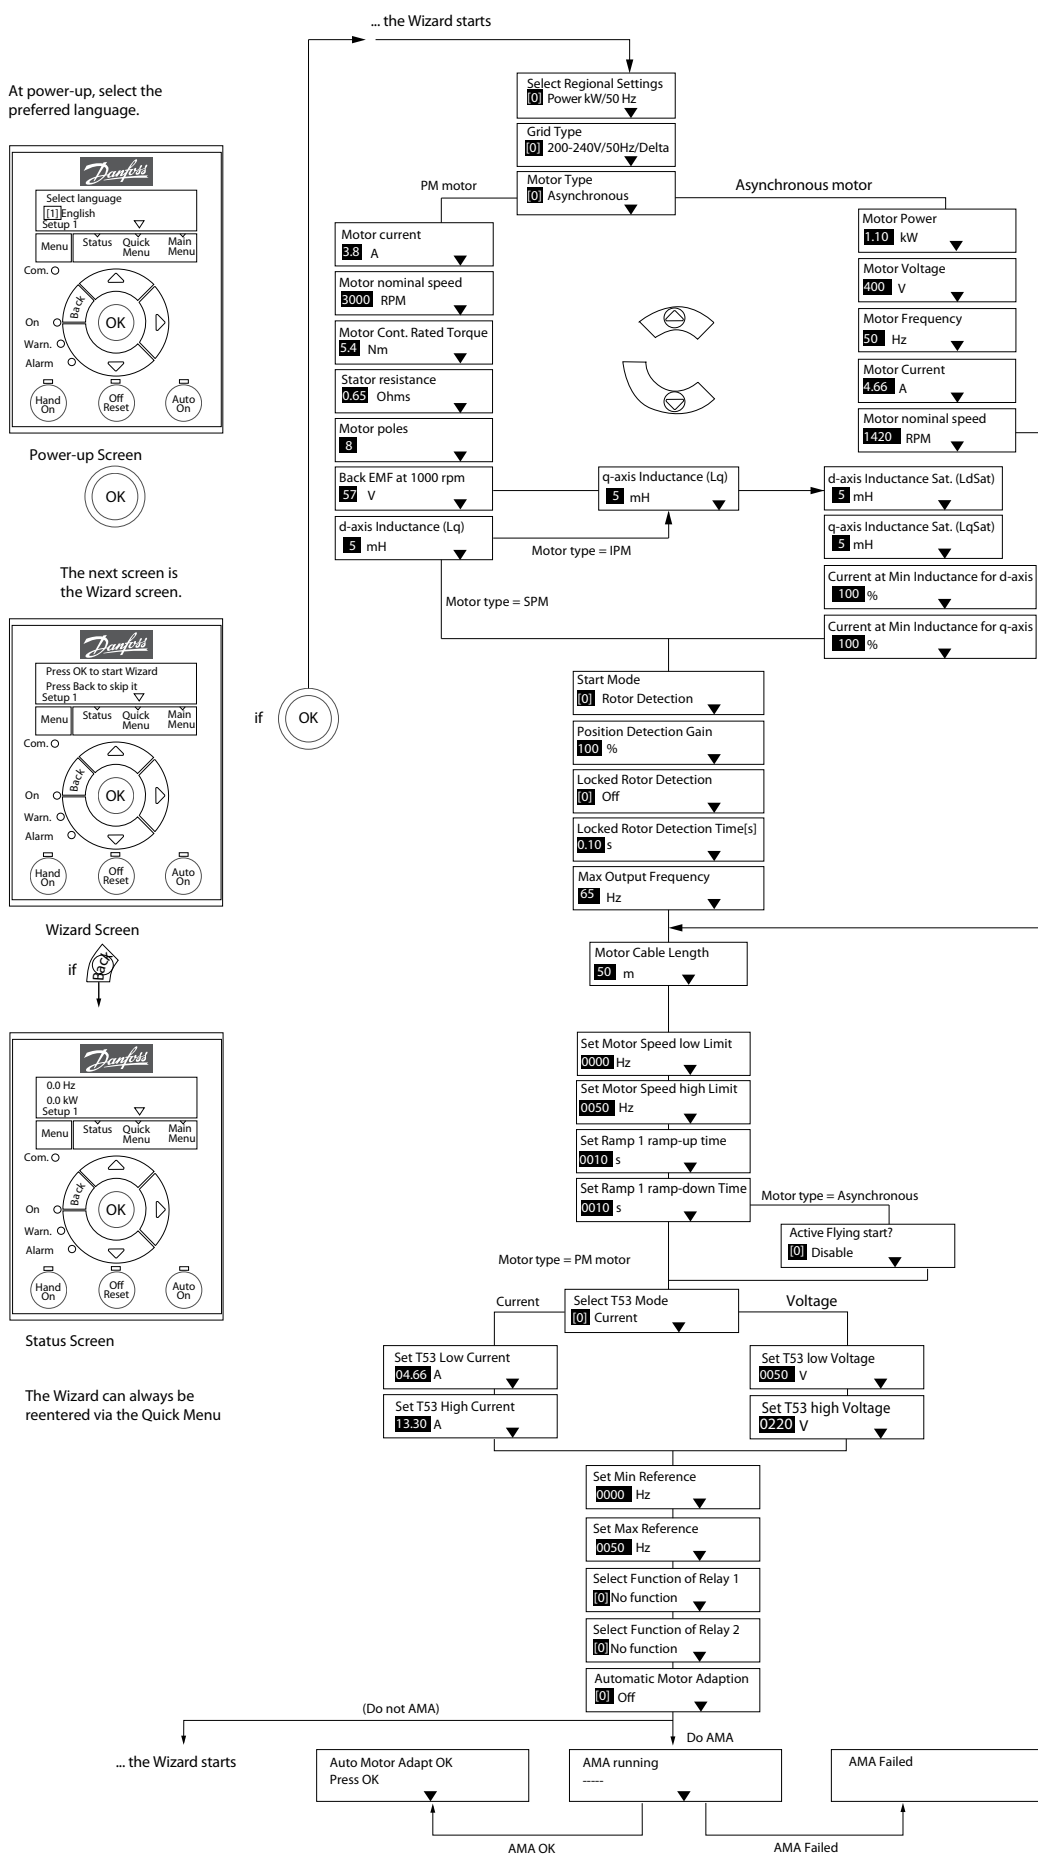

Ilustración 6.4 Asistente de configuración para aplicaciones de lazo abierto
- El asistente para aplicaciones de lazo abierto. Consulte el *Ilustración 6.4* para obtener más detalles.